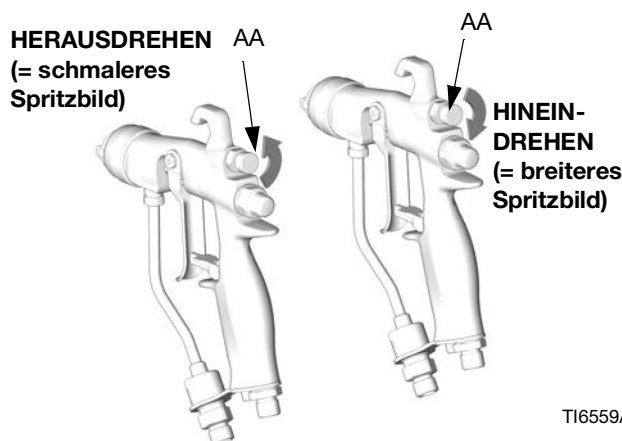

ABB. 5. Luftzufuhr-Knopf für Spritzbildeinstellung
1. Siehe ABB. 5. Die Steuerluft zur Spritzbildanpassung durch vollständiges Drehen des Knopfes (AA) im Uhrzeigersinn abriegeln. Damit wird die größte Spritzbildbreite eingestellt.
3. Siehe ABB. 5. Für ein engeres Spritzbild den Knopf (AA) des Spritzbild-Einstellventils gegen den Uhrzeigersinn drehen. Ist das Spritzbild immer noch nicht schmal genug, den Luftdruck der Spritzpistole etwas erhöhen oder eine andere Spritzdüsengröße einsetzen.